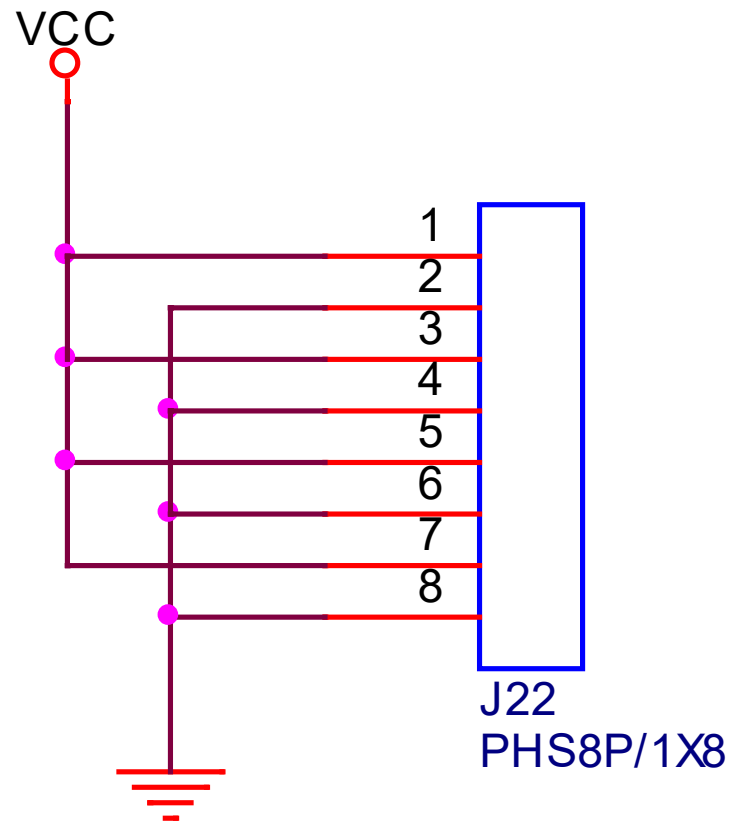

Figure 19. 전원 확장 커넥터 핀 배치
- 전원 확장 커넥터 핀 배치의 회로도는 <Figure 19>와 같음